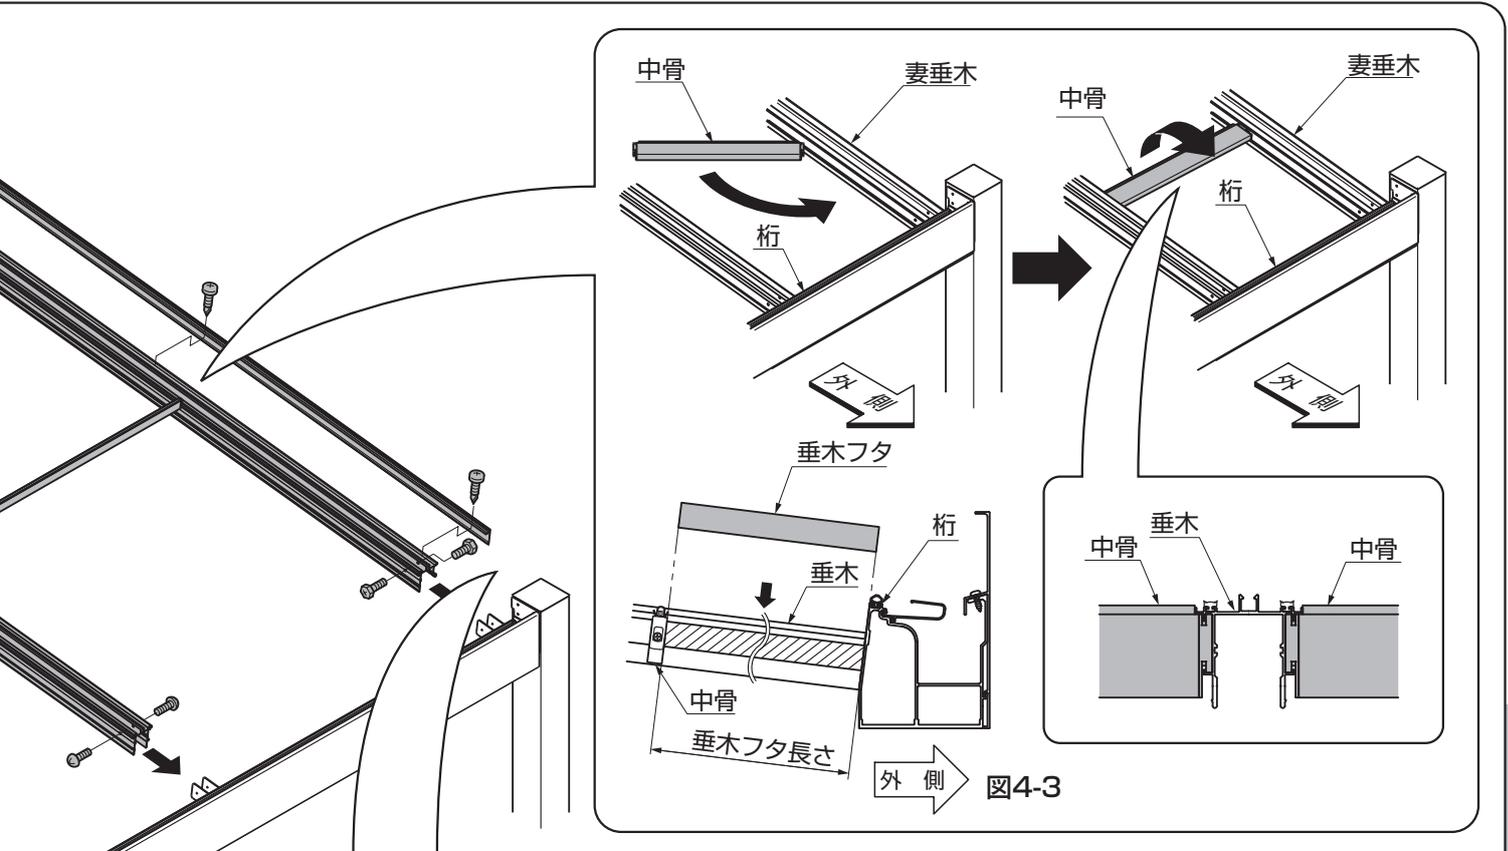

図4-3
- ①中骨を垂木間に回転しながら、はめ込んでください。(図4-3参照)
- 垂木フタの長さを目安に中骨のおおよその位置を決めてください。中骨は後で動かすことができます。(図4-3参照)